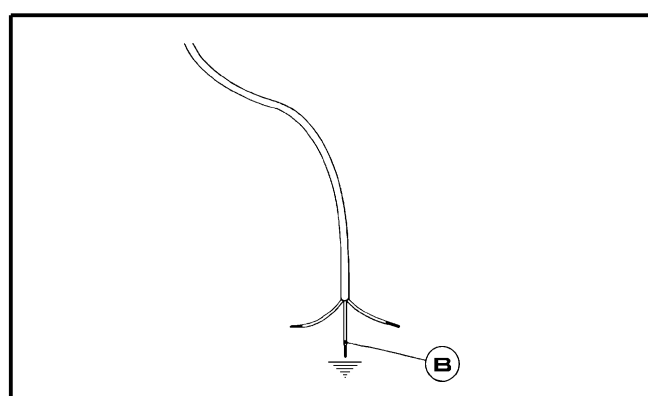

FIG. 10
N.B. no caso de substituição do cabo de alimentação, o instalador deverá manter o condutor de terra mais longo em relação aos condutores de fase (fig. 10) e respeitar as advertências indicadas no parágrafo "LIGAÇÃO ELÉCTRICA".